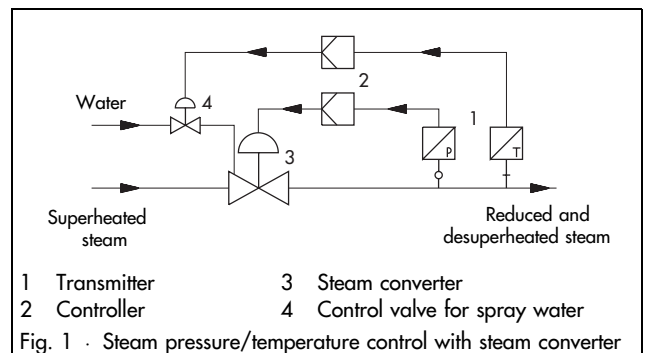

Fig. 2 · Type 284-1 Steam Converter
- **Type 284-1** (Fig. 2) · DN 100 to 400